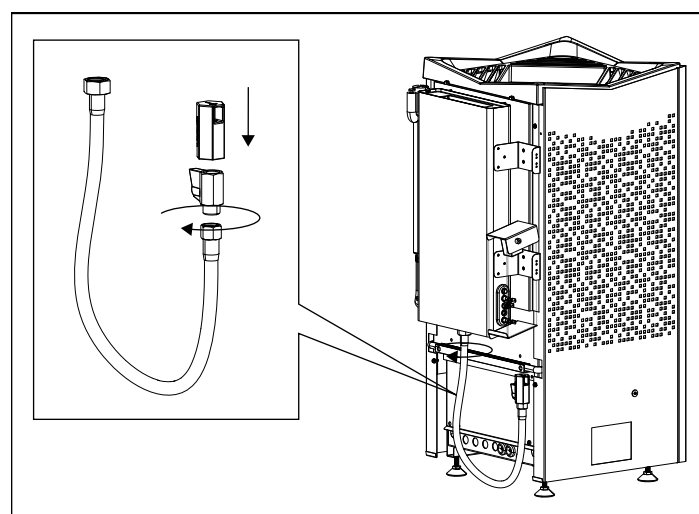

Rysunek 12. Wsuń szufladę, aby uzyskać łatwiejszy dostęp.
7. Podłącz przewód czujnika temperatury i wilgotności (pozycje 6–9 na rysunku 20). Wsuń szufladę, aby wyprostować przewody, i dokręć odpęczacze (patrz rysunek 12).